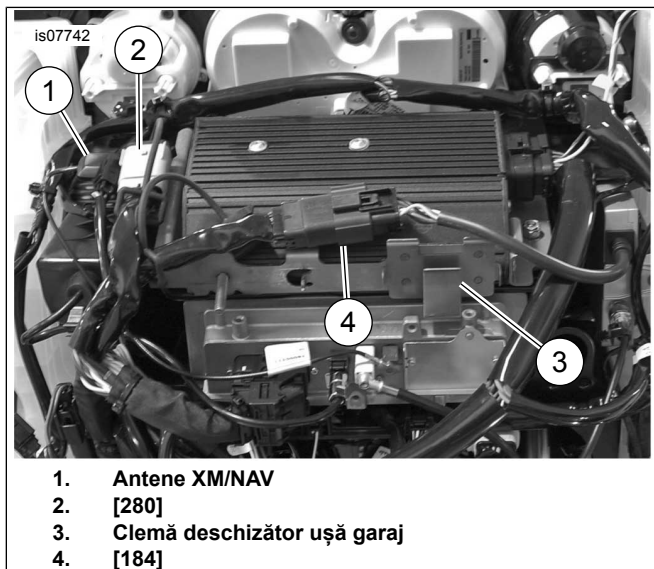

Figura 7. Relocarea conectorilor
3. Consultați Figura 7 . Introduceți ancorele conectorilor [184] și [280] în suportul amplificatorului și, dacă sunt prezente, poziționați antenele SiriusXM & NAV.
10. Consultați Figura 7 . **Modelele echipate cu SiriusXM:** relocalizați antena SiriusXM cu suportul și instrucțiunile din kitul respectiv. Instalați siguranța principală și verificați funcționarea radio.